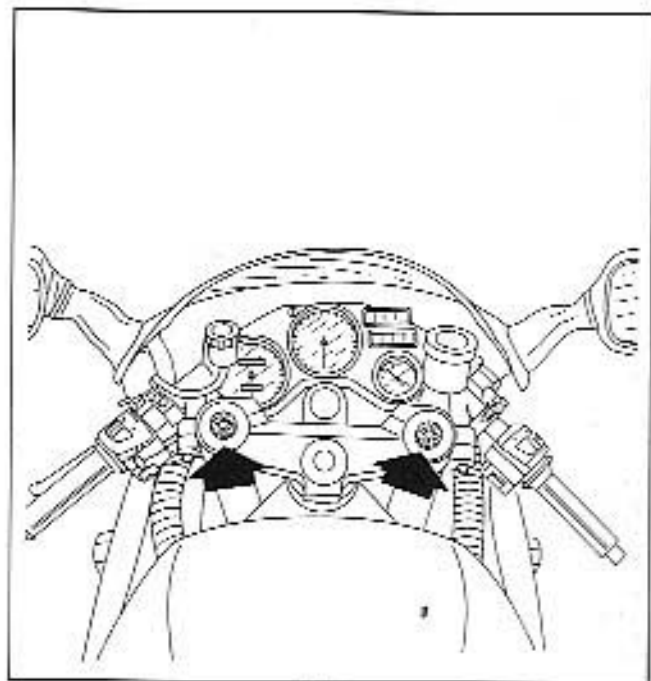

Fig.1
- La regolazione si ottiene agendo sui registri esterni, posti sul plenum che si trova sul lato destro del codino posteriore (fig. 1) per la compressione, e sotto l'ammortizzatore (fig. 3) per l'estensione.